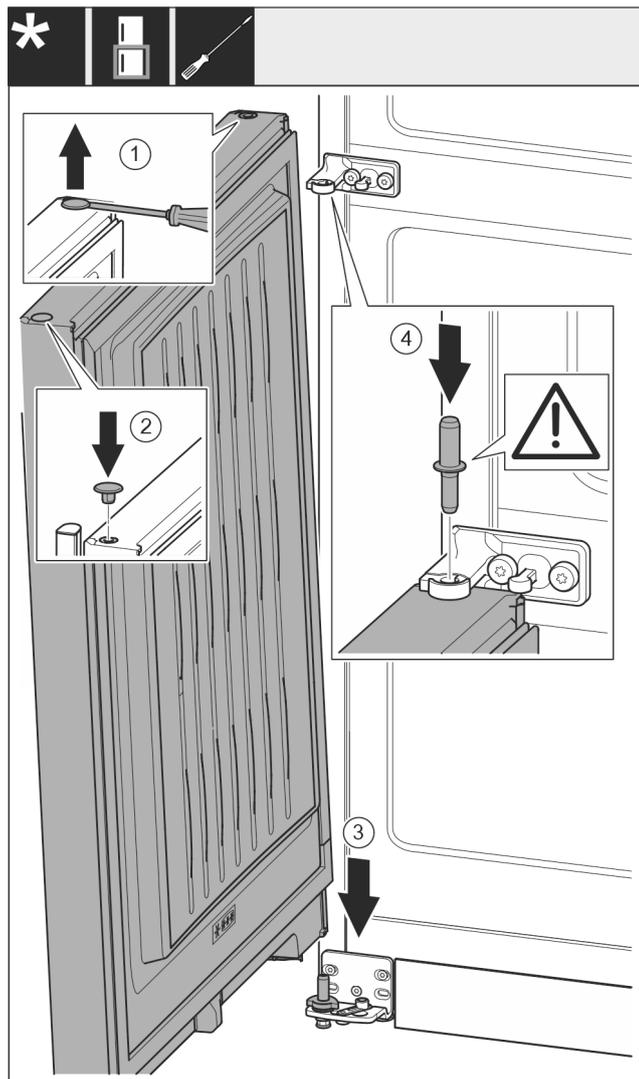

Fig. 18
- ▶ Ridicați cu precauție dopul cu o șurubelniță plată și extrageți-l. Fig. 18 (1)
- ▶ Introduceți dopul pe partea opusă a ușii. Fig. 18 (2)
- ▶ Așezați ușa de sus pe bolțul inferior de lagăr. Fig. 18 (3)
- ▶ Introduceți bolțul central de lagăr prin mijlocul suportului de lagăr în ușa inferioară. Aveți grijă aici ca respectiva camă de cuplare să fie îndreptată către înapoi. Fig. 18 (4)